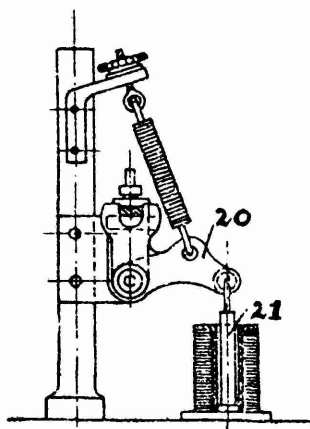

Fig. 6. — Dispositif de commande du freinage par la pendule qui envoie périodiquement un courant dans le solénoïde 21.
Le second dispositif a pour but de *freiner* l'appareil sur un *point déterminé*, de sa période de rotation pour que sa vitesse soit en harmonie avec une pendule électrique (22) bien réglée qui transmet par contact un courant électrique d'une *pile* 31 à *chaque* demi-seconde à un solénoïde 21, qui aura pour effet d'éviter que la lame flexible 16 n'accroche le bec (15) de la came (14) montée sur l'arbre (5) (fig. 6 et 7).